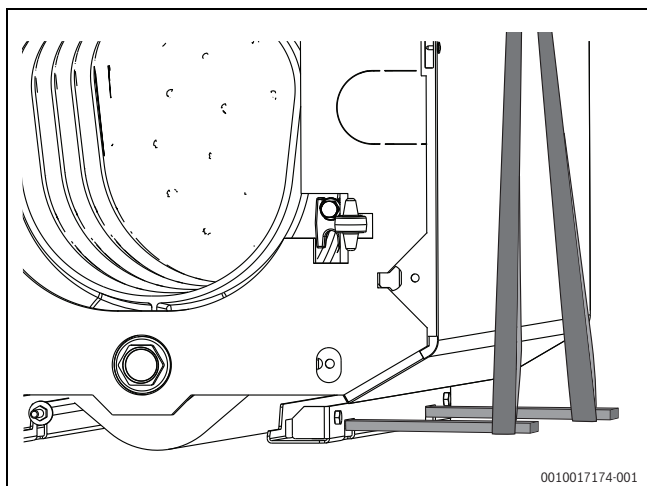

Bild 13 Anheben mittels Vierkantrohr und Krangeschirr (60 kW)
- Vierkantrohre (15x15 mm) durch die Bodenschiene führen und mit Krangeschirr (Rundschlingen) anheben (→ Bild 13)